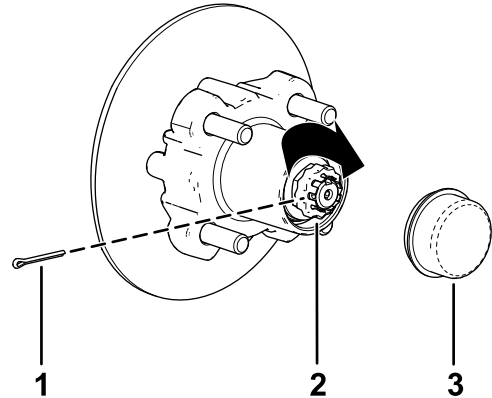

Bild 40
8. Befestigen Sie den Halter über der Mutter und prüfen Sie die Ausfluchtung des Schlitzes im Halter und dem Loch in der Spindel für den Splint (**Bild 40**).
9. Setzen Sie den Splint ein und biegen Sie jeden Abschnitt um den Halter (**Bild 40**).
10. Setzen Sie den Staubdeckel auf die Radnabe (**Bild 40**).